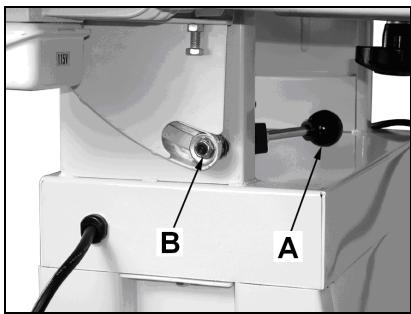

Fig 13
Die Klemmfunktion des Klemmhebels (A, Fig. 13) ist justierbar. Dazu die Selbstsichernde Mutter (B) verstauen.
Bei leicht gelöster Motorklemmung (A, Fig 13) kann mit den Stellschrauben (B) der Bandlauf verändert werden.